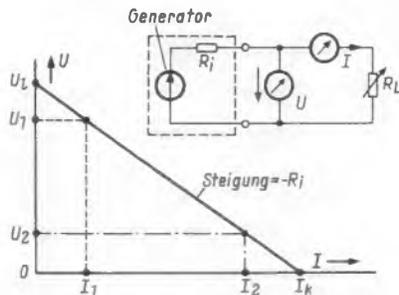
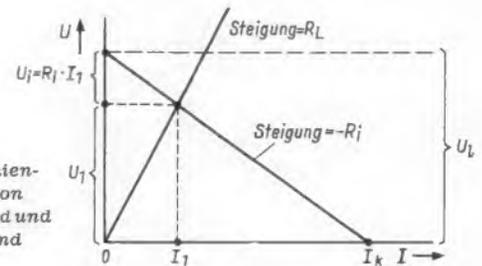
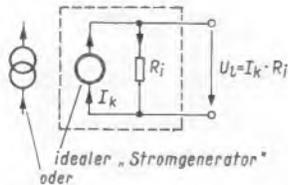

Bild 1. Messung und Kennliniendarstellung des Innenwiderstandes eines Generators
Bild 2. Kennliniendarstellung von Innenwiderstand und Lastwiderstand
Bild 4. Die Ersatz-Stromquelle mit dem idealen Strom-generator
Da U_1 und U_k meist nicht direkt gemessen werden können, geht man folgendermaßen vor: Der Generator wird mit einem einstellbaren Widerstand R_L belastet. Die Klemmenspannung U am Belastungswiderstand ist eine Funktion des ihn durchfließenden Stromes I . Diese Funktion kann man nach Bild 1 grafisch darstellen. Da der Innenwiderstand linear sein soll, ist das Bild der Funktion eine Gerade. Zum Zeichnen des Funktionsbildes reicht es also, wenn zwei (möglichst weit auseinander liegende) Meßpunktpaare für U und I zur Verfügung stehen, im Bild U_1, I_1 und U_2, I_2 . Durch sie zieht man eine Gerade. An ihrem Schnittpunkt mit der U -Ordinaten läßt sich dann die
Betrachtet man den Punkt U_1, I_1 in Bild 1, so gehört hierzu der Strom I_1 , der durch den Lastwiderstand R_L fließt, an ihm steht die Spannung U_1 . Wird ein linearer Lastwiderstand angenommen, so kann man seine Kennlinie zeichnen, wenn man als zweiten Punkt für diese Kennlinie den Punkt $I = 0$ für $U = 0$ annimmt und durch beide Punkte eine Gerade zieht. Dies ist in Bild 2 geschehen. Die Steigung dieser Geraden ist gleich R_L . Man liest jetzt aus dem Diagramm ab, daß bei dem Strom I_1 am Lastwiderstand R_L die Spannung U_1 und am Innenwiderstand R_i die Spannung $U_i = R_i \cdot I_1$ abfällt. Die Leerlaufspannung U_1 ist die Summe von beiden,
Das ist die Funktionsgleichung für die fallende Gerade in Bild 1 und Bild 2 mit der Steigung $-R_i$.
Das ist die Funktionsgleichung für die ansteigende Gerade mit der Steigung R_L in Bild 2.
Beide Gleichungen müssen beim Zusammenschalten von Generator und Lastwiderstand erfüllt sein, und zwar durch das gleiche Wertepaar U, I . Das bedeutet in der grafischen Darstellung, daß sich hier die beiden Geraden schneiden (z. B. Punkt U_1, I_1 in Bild 2). Die algebraische Lösung durch gegenseitige Substitution wird aus (1) und (2)
Für einen Generator mit Innenwiderstand, dessen Verhalten Bild 1 beschreibt, kann man nun zwei vollkommen gleichwertige, vereinfachte Ersatzbilder aufstellen, in denen man den Generator idealisiert und den Innenwiderstand gesondert herauszeichnet.
Der Innenwiderstand R_i , dessen Größe z. B. durch eine Messung nach Bild 1 bestimmt wurde, wird parallel zum idealisierten Generator geschaltet gedacht und gezeichnet, Bild 4. In diesem Falle muß der ideale Generator folgende Eigenschaften aufweisen:
Somit ist der Strom, den der ideale Stromgenerator konstant liefert, gleich dem (z. B. aus Bild 1 ermittelten) Wert von I_k .
Ein zweckmäßiges Symbol für einen solchen Stromgenerator ist in Bild 4 angewendet, der offene Kreis; der durch ihn unterbrochene Pfeil deutet an, daß den Generator kein Strom durchfließen kann, daß er den Widerstand unendlich hat. Die Pfeilrichtung gibt die Richtung des Stromes I_k an. Er teilt sich auf in den Strom durch R_i und den durch den evtl. angeschlossenen Lastwiderstand R_L fließenden Strom I_L , entsprechend dem Verhältnis R_L/R_i .